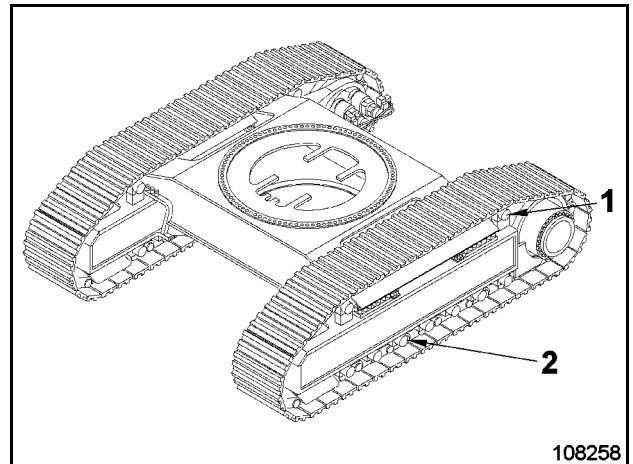

图 3-98:
- 彻底清洁托带轮和履带支重轮（图 3-98：中的 1 和 2）。